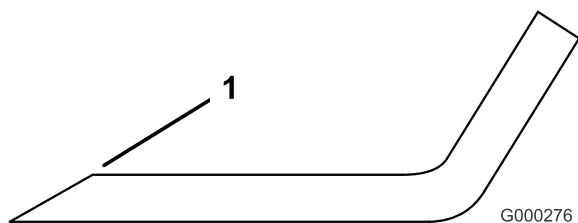

Figura 80
- Utilice una lima para afilar el filo de corte en ambos extremos de la cuchilla (Figura 80). Mantenga el